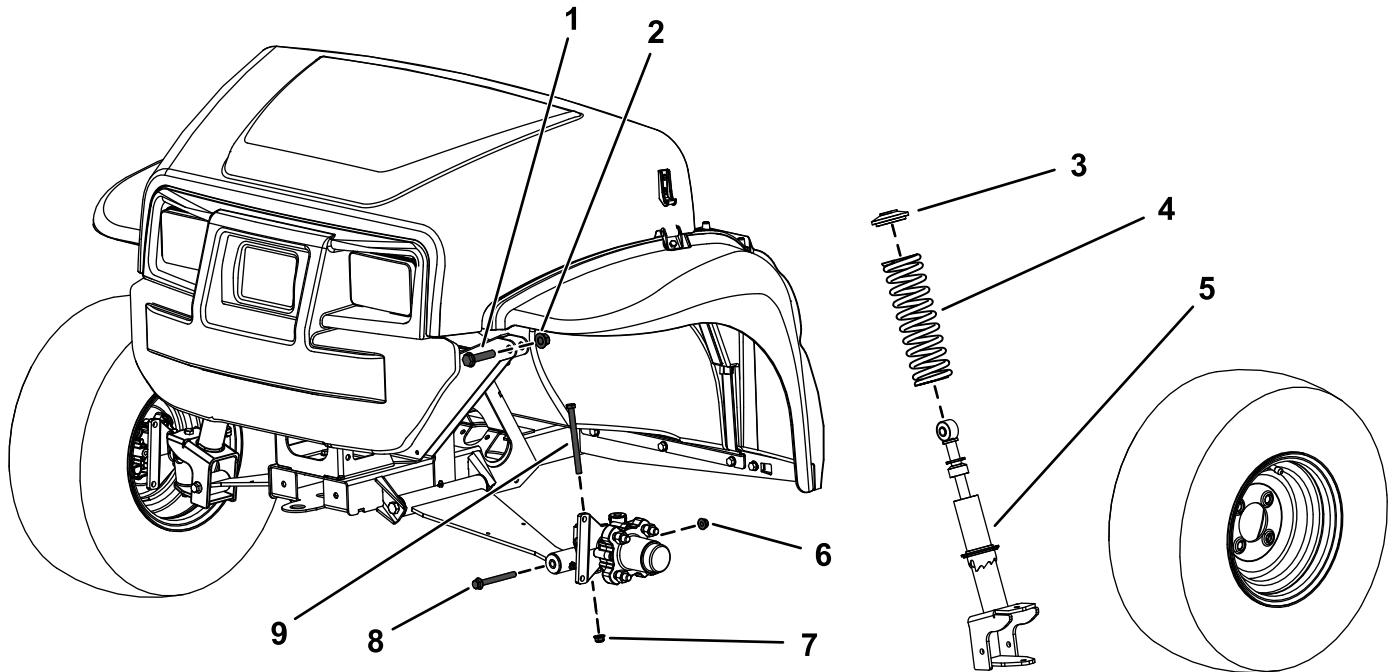

Figure 1
3. Retirez le boulon à tête hexagonale ($\frac{3}{8}$ x $4\frac{3}{4}$ po) et l'écrou à embase ($\frac{3}{8}$ po) de la fusée (Figure 1).
4. Retirez le boulon à tête hexagonale ($\frac{3}{8}$ x $3\frac{1}{2}$ po) et l'écrou à embase ($\frac{3}{8}$ po) du bras de commande (Figure 1).
5. Retirez le boulon à tête hexagonale ($\frac{1}{2}$ x $2\frac{1}{4}$ po) et le contre-écrou ($\frac{1}{2}$ po) qui fixent la jambe de force au cadre supérieur (Figure 1).
6. Déposez la jambe de force (Figure 1).
3. Déposez le ressort la jambe de force (Figure 1).
4. Installez le ressort neuf sur la jambe de force existante (Figure 1).
supérieur (½ x 2¼ po) et le contre-écrou (½ po), comme montré à la Figure 1.
4. Posez le boulon à tête hexagonale (¾ x 4¾ po) et l'écrou à embase (¾ po) sur la fusée (Figure 1).
6. Fixez la partie inférieure de la jambe de force au bras de commande à l'aide du boulon à tête hexagonale supérieur (¾ x 3½ po) et l'écrou à embase (¾ po), comme montré à la Figure 1.